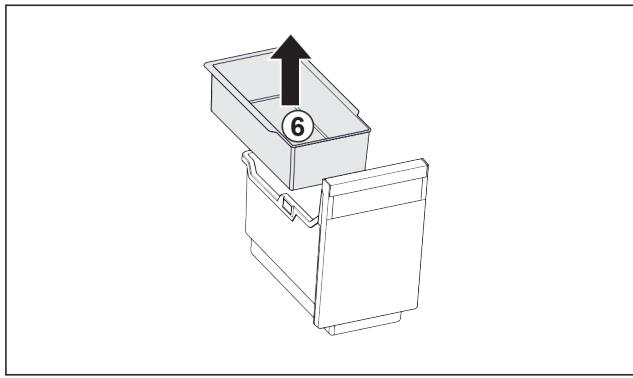

Fig. 95
- ▶ Vyjměte závěsnou misku Fig. 95 (6).